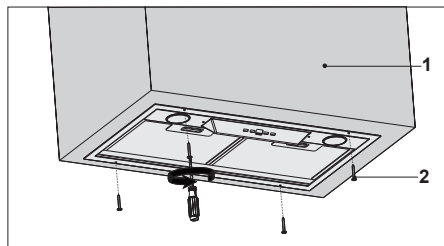

Рис. 5
- Установите вытяжку в кухонный шкаф и прикрутите вытяжку к 4 просверленным ранее монтажным отверстиям (Рис. 5).